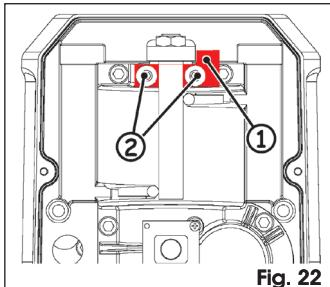

Fig. 22
- Coloque de nuevo el platillo de tope pero girado 180° con respecto a la posición original, Fig. 22 ref. ①.
- Bloquee el grupo con los dos tornillos Fig. 22 ref. ②.